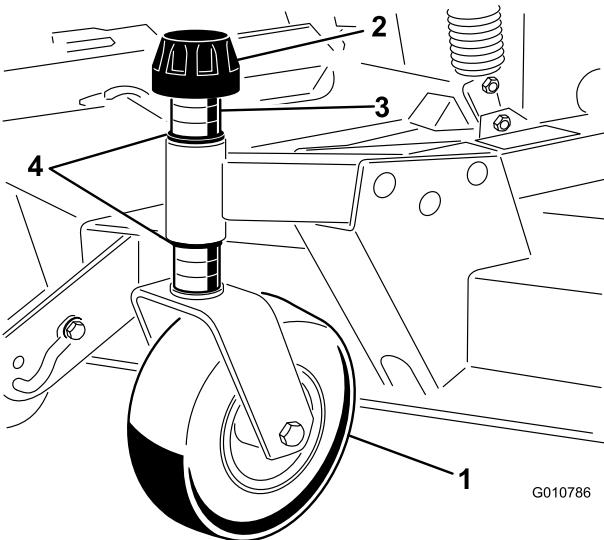

Figura 9
1. Togliete il cappuccio di tensione dall'asse del fusello ed estraete quest'ultimo dal braccio della ruota orientabile anteriore (Figura 9).